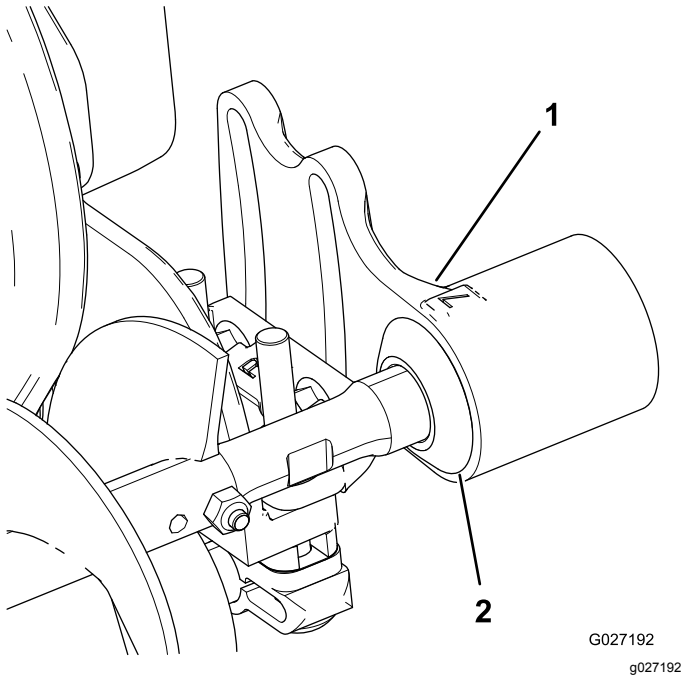

Figure 7
1. Faites glisser le joint d'étanchéité vers l'extérieur jusqu'à ce qu'il soit en léger contact avec chaque logement de roulement (Figure 7).